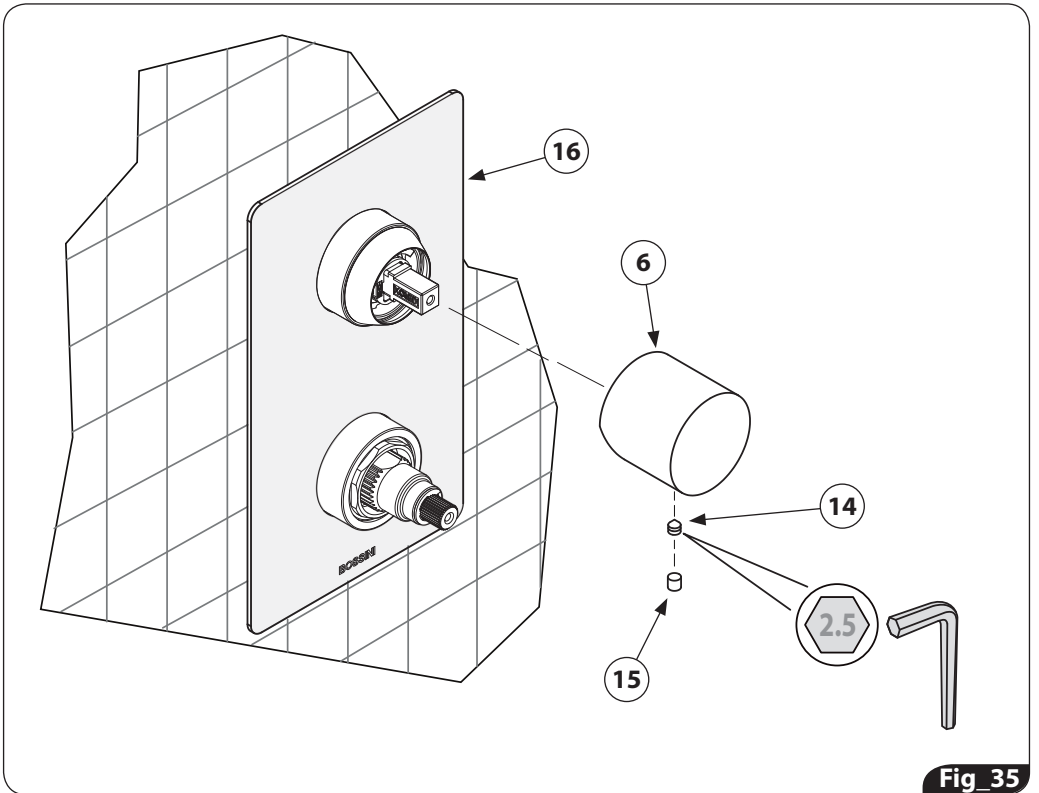

Fig 35
13. Inserire la piastra sui due canotti sporgenti della parte incasso del rubinetto e spingerla contro la parete (fig. 35)
14. Inserire la maniglia deviatrice e di erogazione (6). Fissarla con l'apposito grano (14) ed inserire tappino (15). (fig. 35)
13. Insert the cover plate on the headworks of the concealed part of the mixer and then push it against the wall (fig. 35)
14. Mount the diverter and supply knob (6). Fix it in place with the grub screw (14) and insert the cap (15) (Fig. 35).
13. Die Abdeckplatte auf den Oberteilen des Unterputz-Teils der Brausebatterie durchziehen und dann sie gegen die Wand drücken (Abb. 35).
14. Bauen Sie den Umstell- und Auslaufgriff (6) ein. Befestigen Sie ihn mit dem geeigneten Stift (14) und bauen Sie den Griffstopfen (15) ein. (Abb. 35)